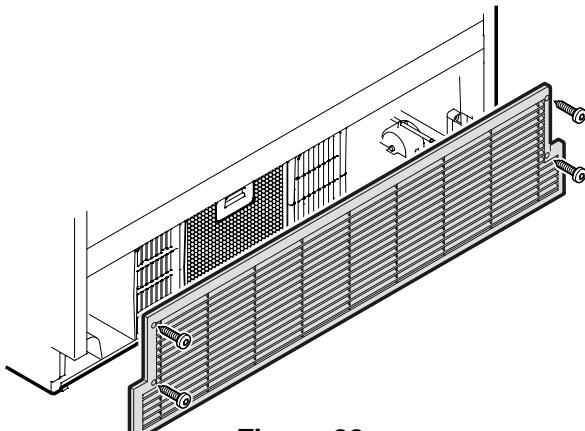

Figure 23
- Ouvrir le tiroir inférieur du congélateur et dévisser la grille de ventilation - **Figure 23.**